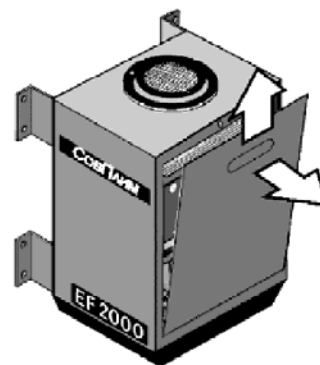

Рис. 8.1
- 8.1. Откройте дверь фильтра ключом. Чтобы отсоединить дверь, потяните ее наружу и приподнимите вверх. Поставьте дверь рядом с фильтром (см. рис. 8.1). **Внимание!** Вес двери – 9 кг.